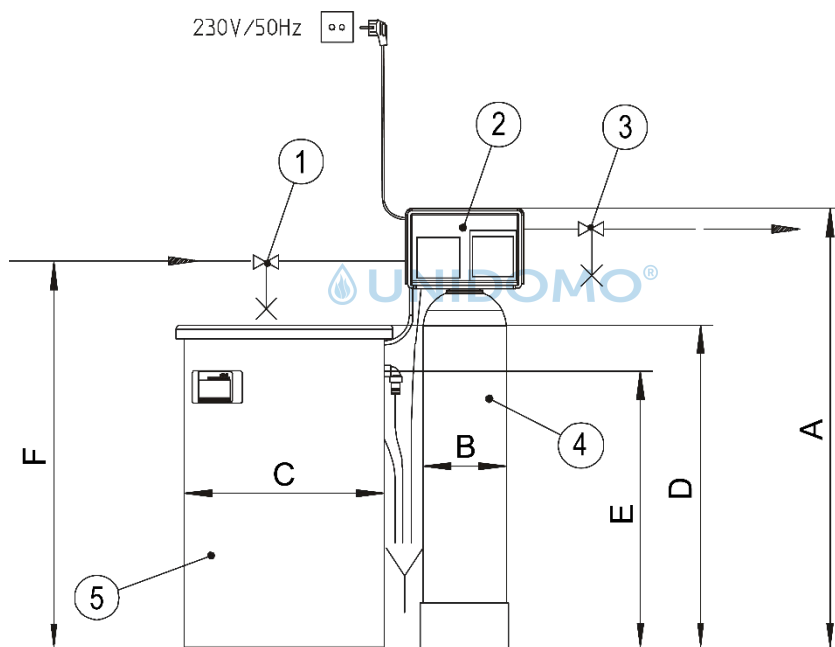

Abb. D-1 (a): Aufstellungszeichnung Enthärtungsanlage GENO-mat ZFW
1. Wasseranschluss entsprechend Aufstellungszeichnung (Abb. D-1 (a) und (b)) herstellen.